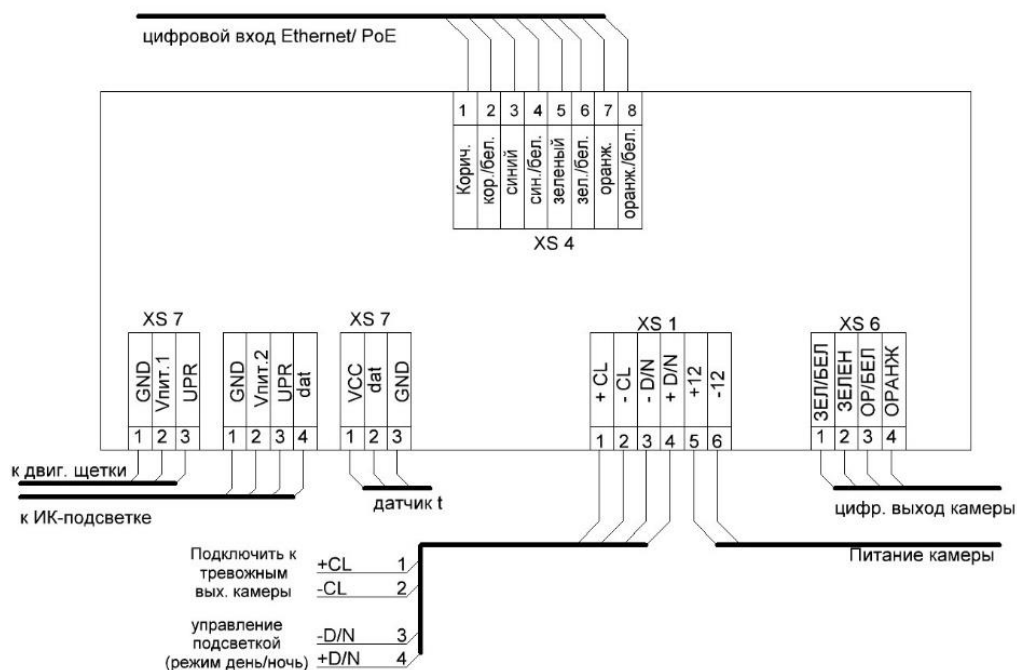
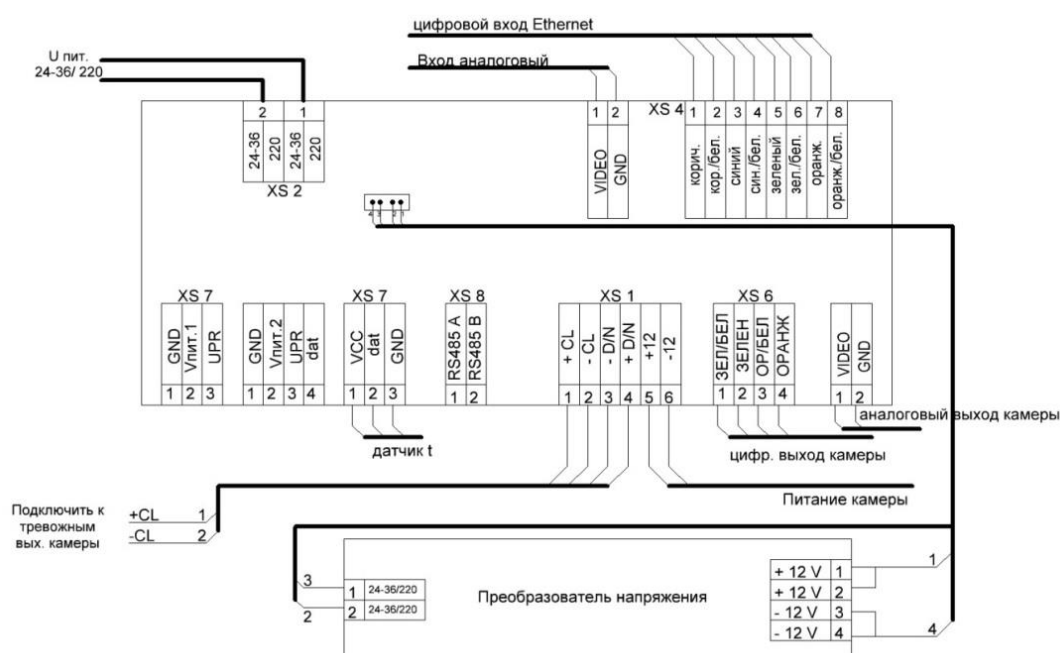
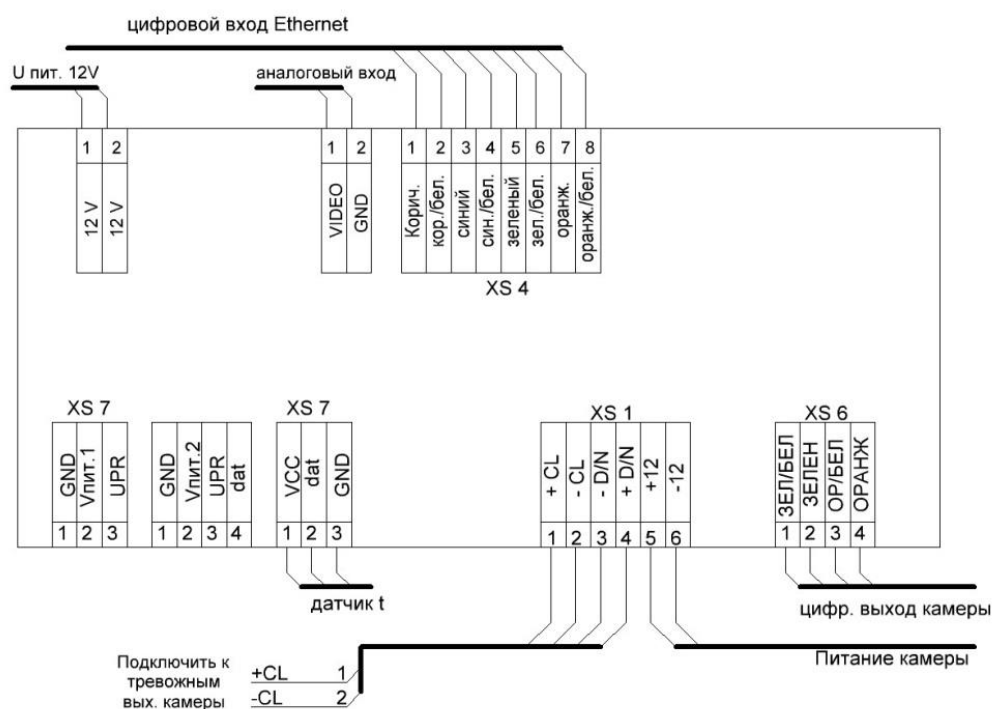

Рисунок 4.3 – Схема подключения термокожуха с напряжением питания по PoE
Рисунок 4.4 – Схема подключения термокожуха с напряжением питания 24–36 постоянного/переменного тока или 220 В переменного тока
Рисунок 4.5 – Схема подключения термокожуха с напряжением 12 В постоянного тока
5. Подключите питание и сигнальный выход видеокамеры к электронной плате термокожуха согласно схеме подключения (Рисунок 4.3, Рисунок 4.4, Рисунок 4.5).
7. Подключите видеовыход камеры к входу монитора с входным сопротивлением 75 Ом (Рисунок 4.3, Рисунок 4.4, Рисунок 4.5).